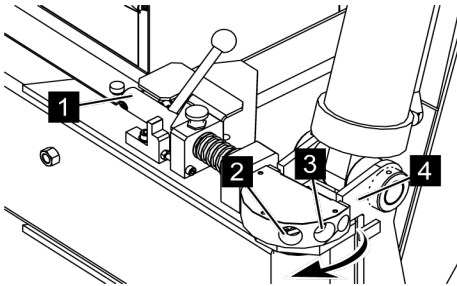

Fig. 85: Positions de travail
3. → *Pivoter l'appui (Voir la Fig. 85/4) jusqu'à ce que la goupille de verrouillage (Voir la Fig. 85/1) se trouve devant le trou de la position de travail étroite (Voir la Fig. 85/3) ou large (Voir la Fig. 85/2).*